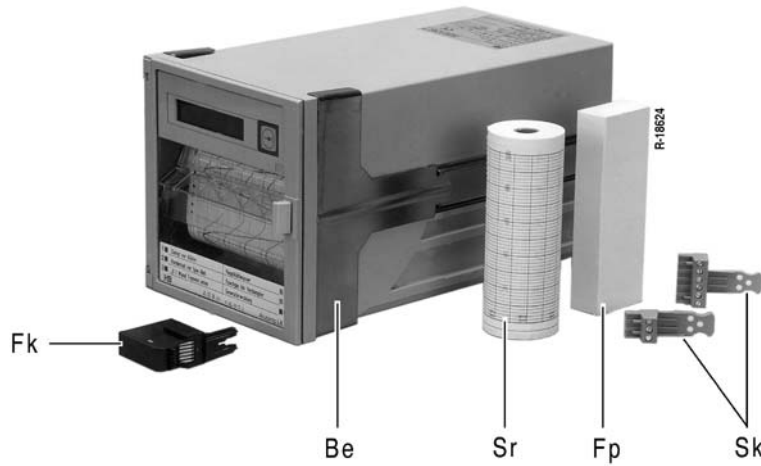

Bild 1 Lieferumfang des POINTAX 6000M
1.1 Lieferumfang (siehe Bild 1)